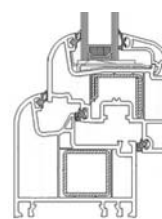

Bild 2
- Hat der Flügel eine Mitteldichtung - Bild 2